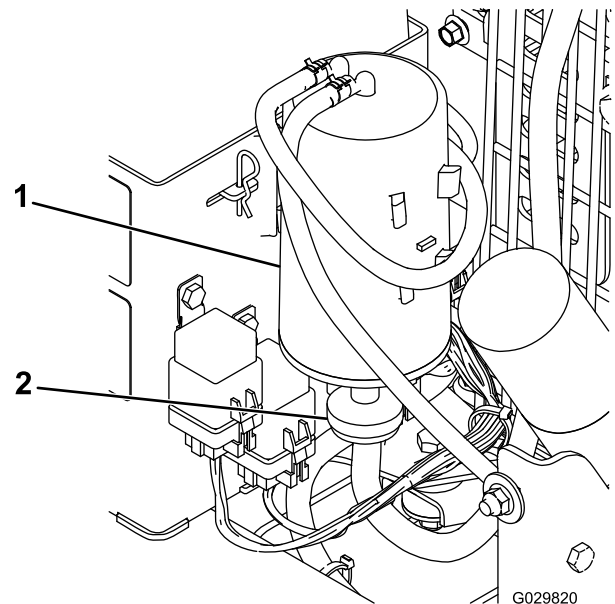

Figura 18
2. Togliete il filtro dell'aria del canister a carboni attivi e scartatelo (Figura 18).